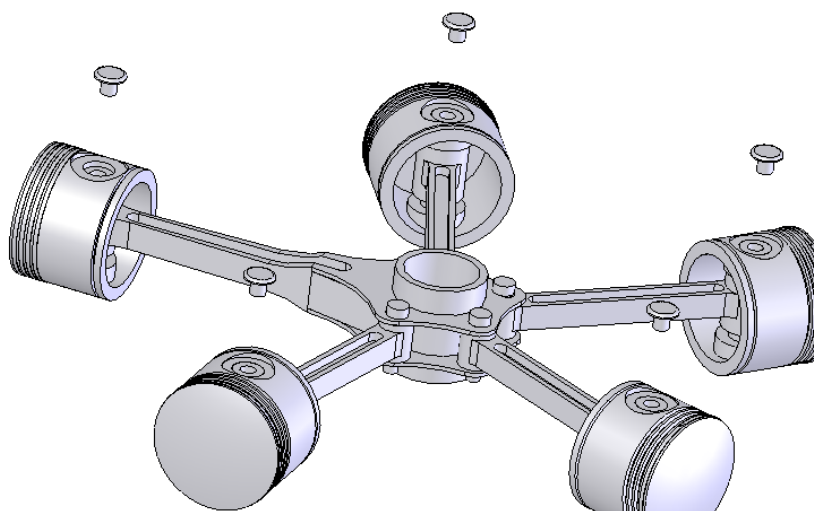

Рис. 7.3.17. результат виконання операції рознесення
13. Затвердіть вибір. Результат показаний на рис. 7.3.17